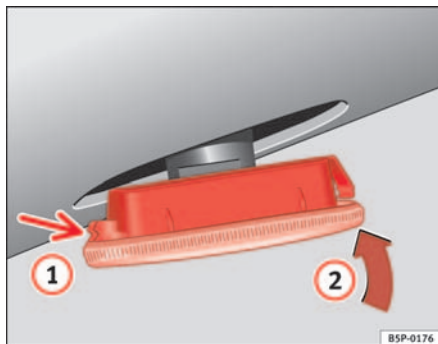

Abb. 193 Seitlicher Blinker
⇒ Abb. 193, Pfeil ①.
- Setzen Sie die Lampe in Richtung Pfeil ② ⇒ Abb. 193 ein. ■